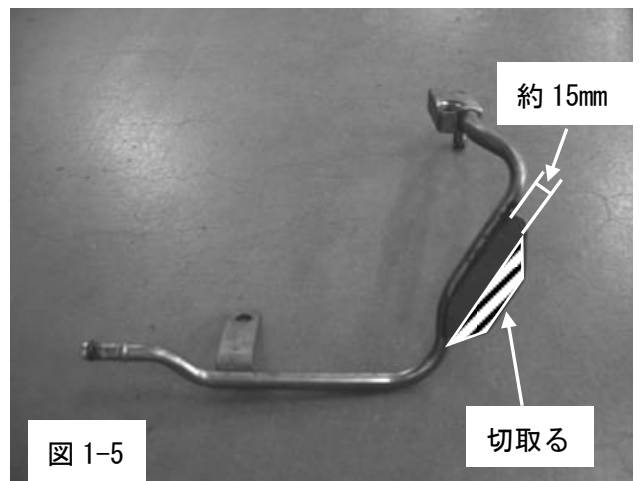

図 1-5
(7) (6) で取外した⑭の図の部分を実アクチュエータステーと干渉しないように、切取ってください (図 1-5)